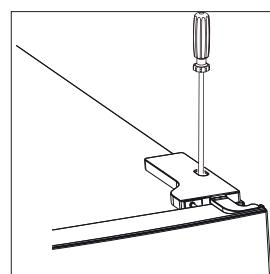
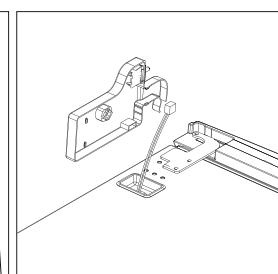

Fig. 1
Fig. 2
- ▶ Skru skruen til hængselsafdækningen (1) ud med en stjerneskruetrækker (fig. 1) og træk afdækningen let af (fig. 2).
- ▶ Tryk derefter på kabelstikkets oplåsningsmekanisme, og træk det samtidigt ud af bøsningen ved hængselsafdækningen (1).
- ▶ Fjern hængselsafdækningen (1) helt.